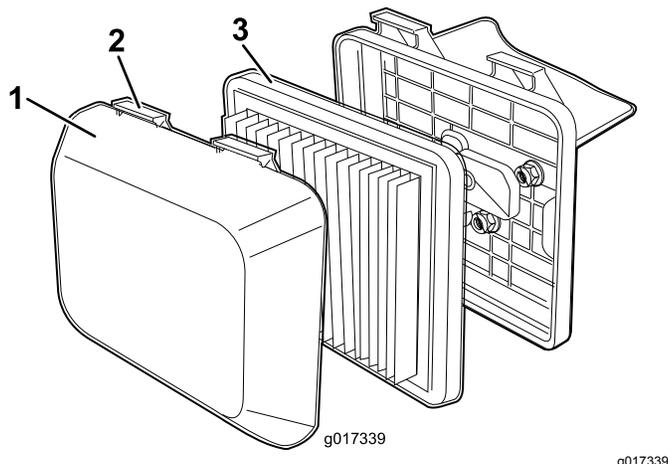

Figure 21
1. Appuyez sur les languettes de verrouillage en haut du couvercle du filtre à air (Figure 21).
3. Retirez le filtre (Figure 21).